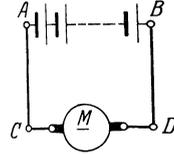

Abb. 9. Schaltung zu Aufgabe 54.
54. Von einer aus 60 [80] Zellen bestehenden Akkumulatoren-batterie (Abb. 9) von je 2 [1,95] V EMK und 0,0008 [0,0006] Ω innerem Widerstand wird ein Strom von 20 [25] A nach einem 300 [250] m entfernten Elektromotor geschickt. Die Leitung besteht aus einem 4 [5] mm dicken Kupferdraht, während der innere Widerstand des Motors 0,5 [0,6] Ω beträgt.
55. Welchen theoretischen Querschnitt müssen die Zuleitungen \overline{AC} und \overline{BD} (Abb. 9) besitzen, wenn der Spannungsverlust 5 [8] V betragen soll?
56. Welcher Strom würde in dem Kreise $ABDCA$ (Abb. 9) fließen, wenn in dem Motor keine elektromotorische Gegenkraft aufträte und die übrigen Angaben der Aufgabe 54 entsprächen?